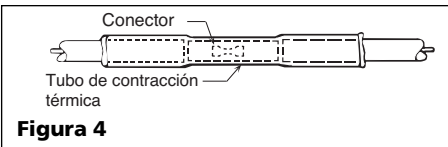

Figura 4
**AVISO** Mantenga el soplete en movimiento. Demasiado calor concentrado puede dañar el tubo (ver Figura 4).